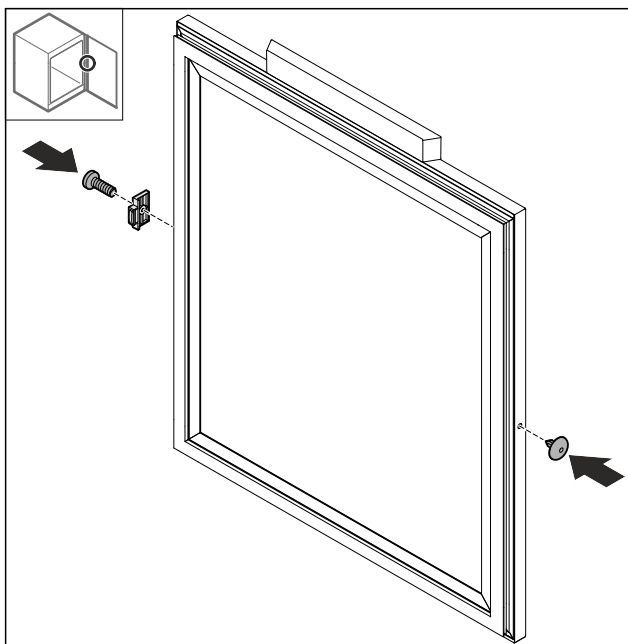

Fig. 76
- Dveřní zarážka otočená Fig. 76 (1) 180° namontujte na protilehlé straně.
- Nasadte kryt Fig. 76 (2) na protilehlé straně.